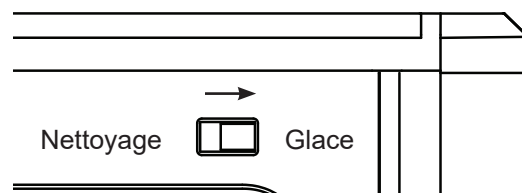

Figure 9
17. Une fois terminé, remettez le commutateur arrière à la position « Ice » (glace). Voir la figure 9.